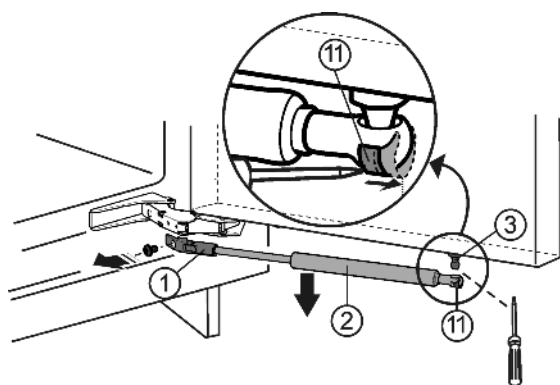

Fig. 1
- ▶ Spanveer Fig. 1 (11) met een schroevendraaier naar buiten schuiven.
- ▶ Sluitdemper Fig. 1 (2) naar beneden toe wegnemen.
- ▶ Houder Fig. 1 (1) afschroeven.
- ▶ Kogeltap Fig. 1 (3) eraf schroeven (Torx® 20).